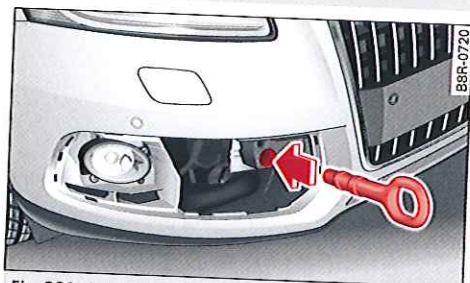

Fig. 231 Pare-chocs avant : vissage de l'œillet de remorquage
- Vissez fermement l'œillet de remorquage dans le trou fileté, jusqu'en butée ⇒ fig. 231.